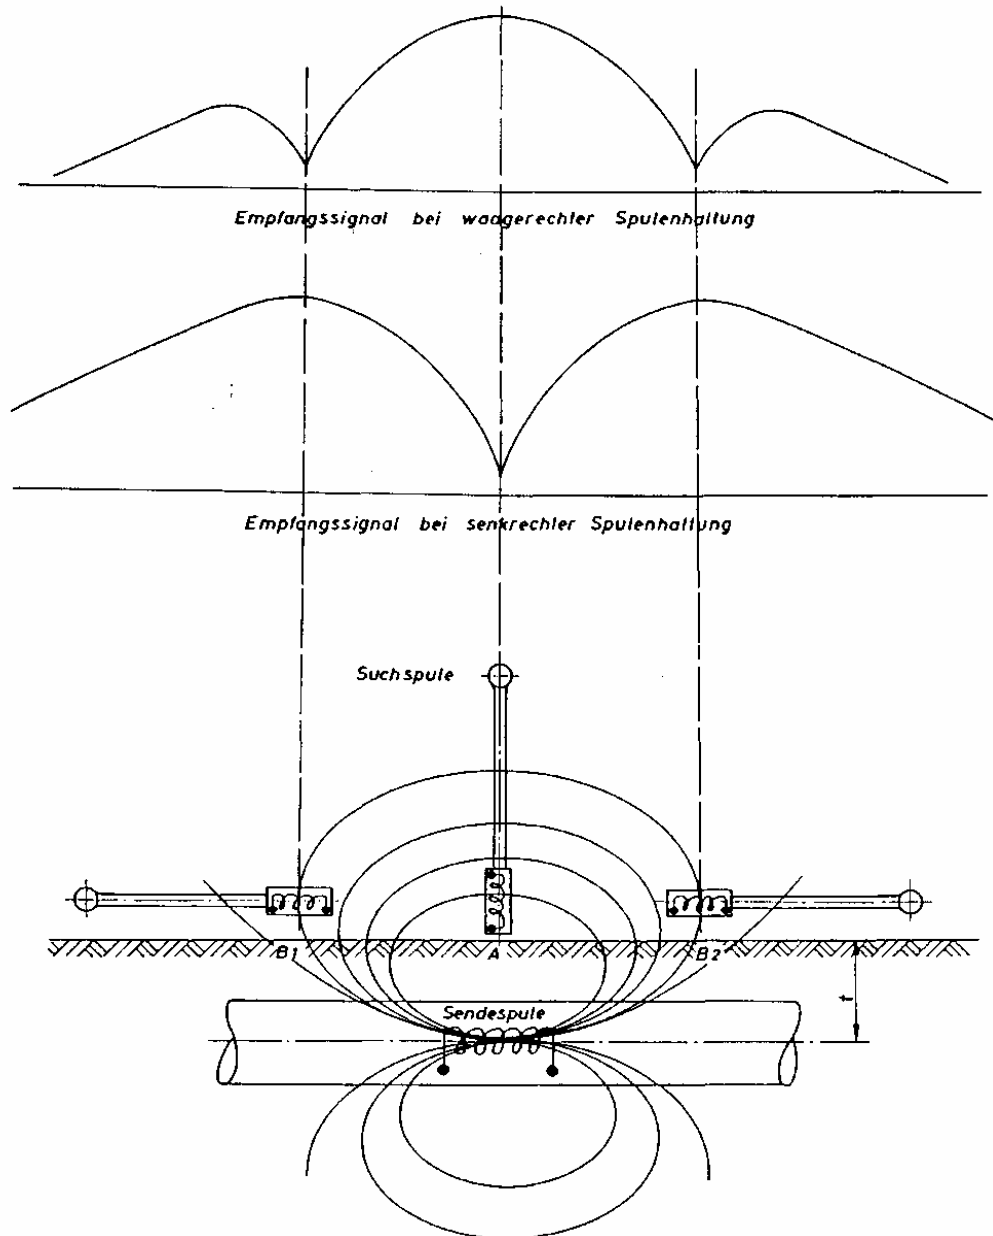

Abb. 3: Orts- und Tiefenbestimmung aus dem Feldlinienverlauf:
Die Ortung eines festgefahrenen Leitungsmolches erfolgt durch Abschreiten der Leitungs-Trasse. Dabei wird die **Suchspule senkrecht**, möglichst stoßfrei und ohne Pendeln über die Leitung geführt. In etwa 6 m Entfernung (Tiefenabhängigkeit!) wird das Impulssignal hörbar. Die Intensität des Signals wächst bei zunehmender Annäherung wächst an den festgefahrenen Leitungsmolch. Nachdem sie ein Maximum durchlaufen hat, fällt sie genau senkrecht über dem Molch auf ein Minimum (Null) ab. Geht man anschließend weiter, wird erneut ein Maximum durchlaufen, bevor das Signal verschwindet (siehe Abb. 3).
Faustformel zur Berechnung der Tiefe des Senders (siehe Abb. 3):
Wie aus Abb. 3 folgt, gibt es bei senkrechter Spulenhaltung nur eine Position (A), bei der sich Feldlinien und Spulenachse im rechten Winkel schneiden. Position A kennzeichnet also den **Ort** des Senders.